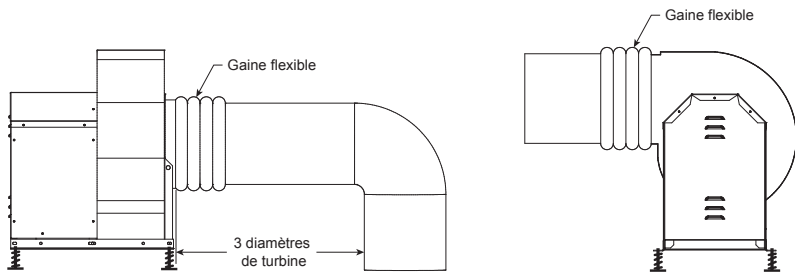

Figure 2
4. Attacher la gaine d'admission au collier d'admission de la soufflante. Voir les hauteurs minimales de gaine et de refoulement de soufflante à la Figure 2.